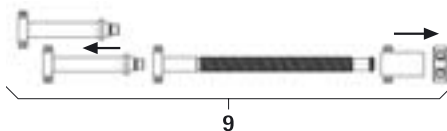

Fig. 4
- Desmontar el distractor de husillo 9, ver Fig. 4.